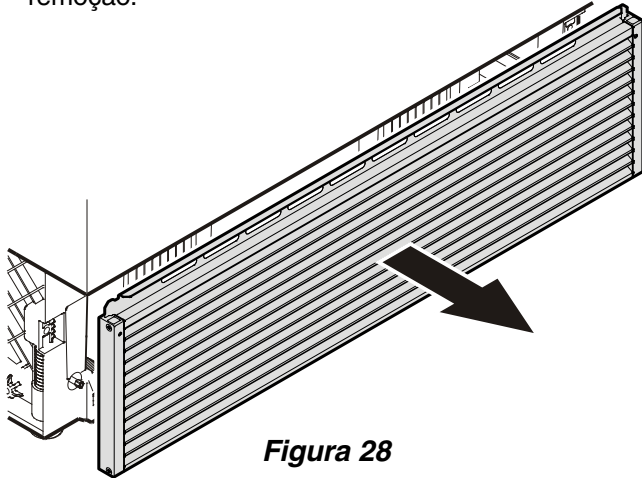

Figura 28
- Abra a gaveta inferior do freezer e remova a grelha de ventilação, puxando esta para a frente - **Figura 28**. A grelha é fixada magneticamente não sendo necessária nenhuma ferramenta para sua remoção.